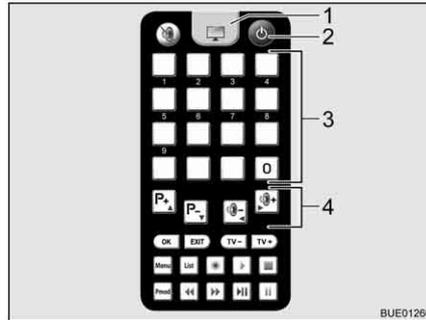

Fig. 26 Mando a distancia
- Pulsar la tecla "⏻" (Fig. 26,2) del mando a distancia. La antena parabólica se levanta de su posición de estacionamiento y conmuta al modo de búsqueda. Cuando la instalación haya encontrado un satélite, sonará una señal acústica.
- Ajustar la emisora deseada con las teclas de memoria (Fig. 26,3) o las teclas de función (Fig. 26,4).